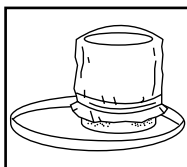

FIGURA 6
14. Deslice el anillo de montaje del filtro hasta que quede en posición contra los bordes del alojamiento de la tapa **FIGURA 6**. No use nunca la manga de hule-espuma sin el filtro reutilizable para aspiración de sólidos.